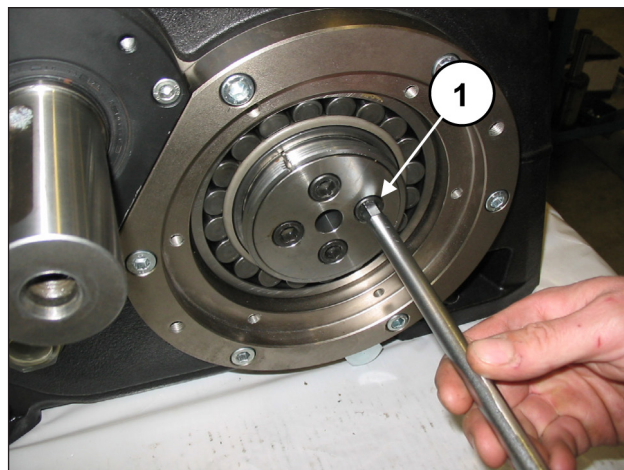

Fig. 89
Solte as duas flanges de bloqueio do eixo de manivela, mediante 4+4 M12x25 (pos. ①, Fig. 89).